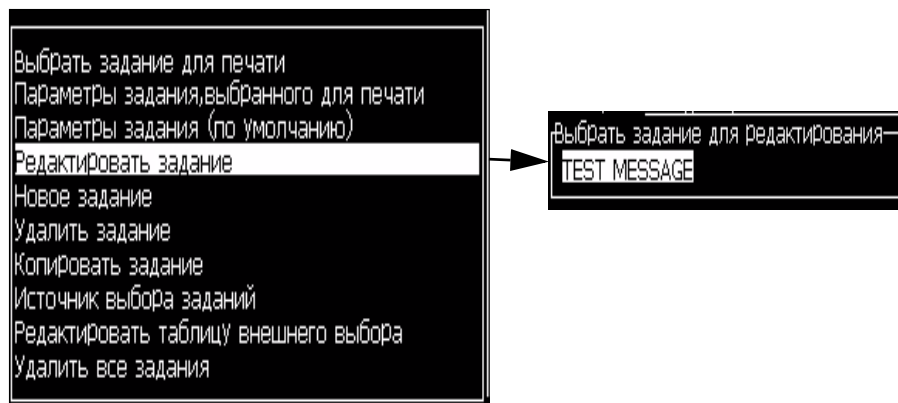

Рисунок 5-37: Опция “Edit Message” (редактировать сообщение)
- 2 Выберите опцию “Edit Message” (редактировать сообщение). Появится диалоговое окно “Select Message To Edit” (выбор сообщения для редактирования). Смотрите Рисунок 5-37.